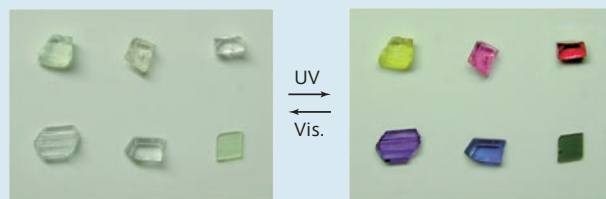

図2：ジアリールエテンの棒状結晶（長さ約300 $\mu$ m）に紫外光を当てて屈曲させ、シリカの微粒子（黒い球、直径80 $\mu$ m）を飛ばしているようす。棒状結晶の下側部分は固定されており、そこが支点となって動かない。
**入江** — はい。「フォトメカニカル機能」といって、光に反応して、微小な結晶全体が伸び縮みしたり、曲がったりするジアリールエテンを開発することができました。数百nm～0.5mm角程度の結晶に紫外線を当てると、結晶を構成する分子間の相互作用力が影響を受け、系全体がより安定な状態へ移行するため、5～7%の割合で縮み、可視光を当てると元の大きさに戻ります。反応速度は約25μ秒。長さ約300μmの棒状結晶をテニスラケットのように使い、微小なガラス球を打たせる実験にも成功しました(図2)。2001年の時点で、原子間力顕微鏡測定によって結晶表面が少し動くことがわかっていましたので4、結晶をもっと薄く小さくすれば、系全体が動くのではないかと考えたのです。この研究の意義は、分子レベルでの変形をマクロな可視レベルでの動きにまで拡大する手法を明らかにしたことにあります。同様のことが生体では、ATP-ADP変換エネルギーによる筋肉の動きとして現れますが、人工物での成功例はこれまでありませんでした。